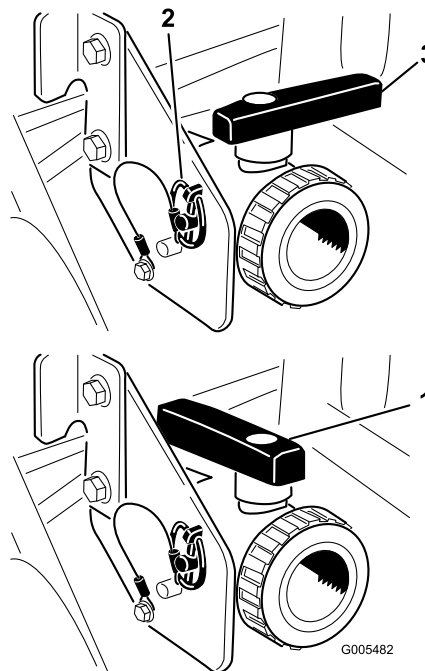

図 27
タンク・ドレン・ハンドルを操作して残っている薬液を全部排出し、地域の法律や規則、メーカーの指示に従って適切に処分する(図 27)。排出が済んだら、ブラケットについているリンチ・ピンを外してドレン・バルブを取り外して地面に置く。これにより、配管内部に残っている薬剤も完全に排出される。
3. 排出が完全に終了したら、ドレン・バルブをフレームに取り付けてリンチ・ピンで元通りに固定し、バルブを閉じる(図 27)。